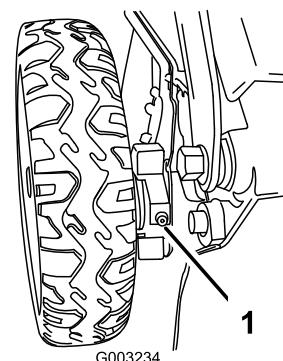

Figure 48
1. Essuyez les graisseurs situés juste à l'intérieur des roues arrières avec un chiffon propre (Figure 48).